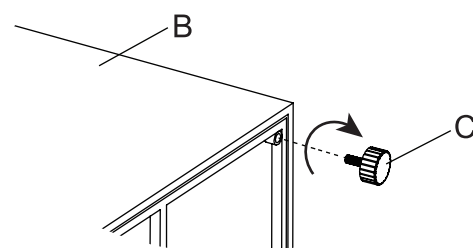

Figure 1
1. Z pomocą drugiej osoby ostrożnie umieść palenisko (B) na płaskiej, nieściernej powierzchni, aby uniknąć zarysowań. Sprawdź cztery narożniki u podstawy, dopasuj ślizgacze (C) do otworów na śruby i dokręć zgodnie z ruchem wskazówek zegara (zobacz Figure 1).